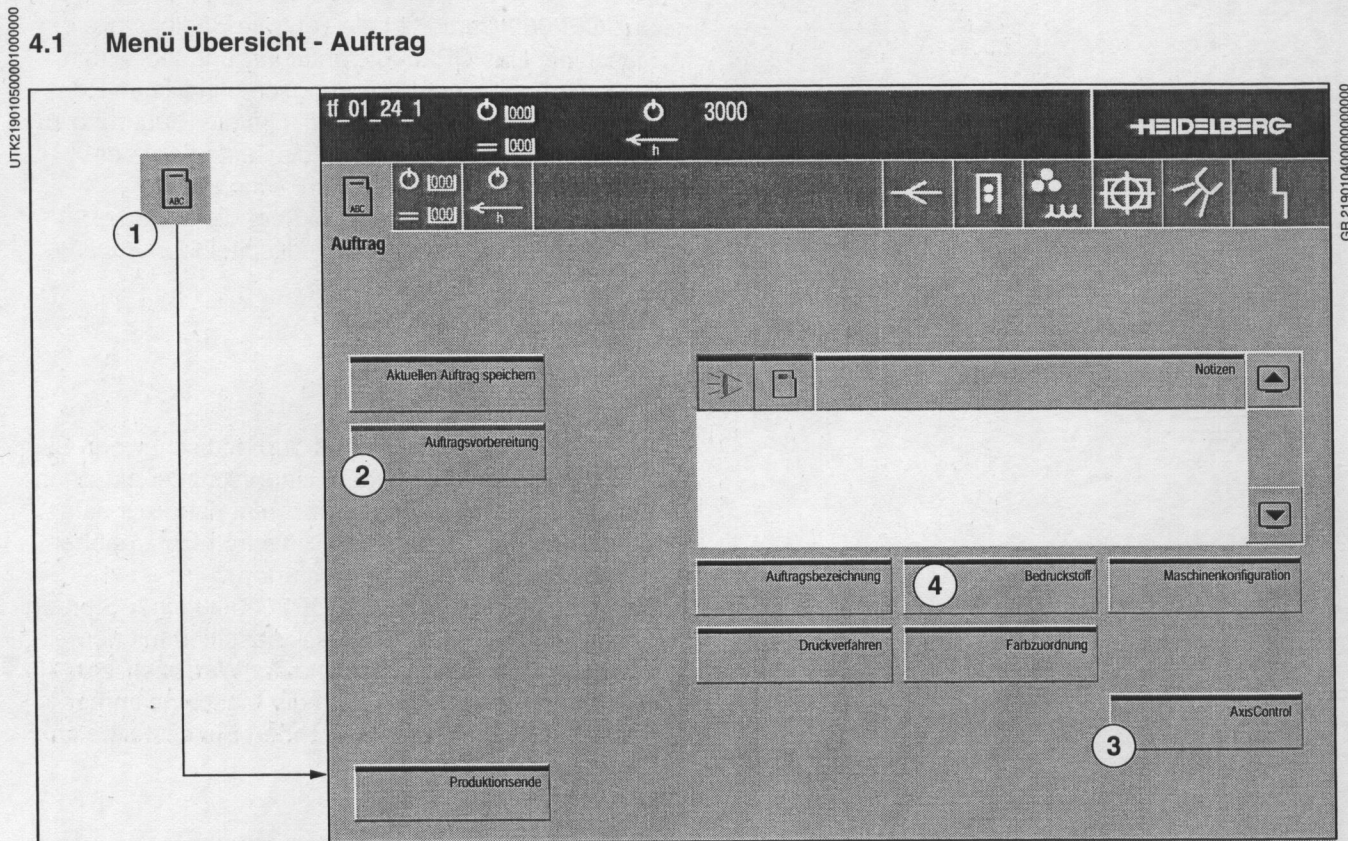
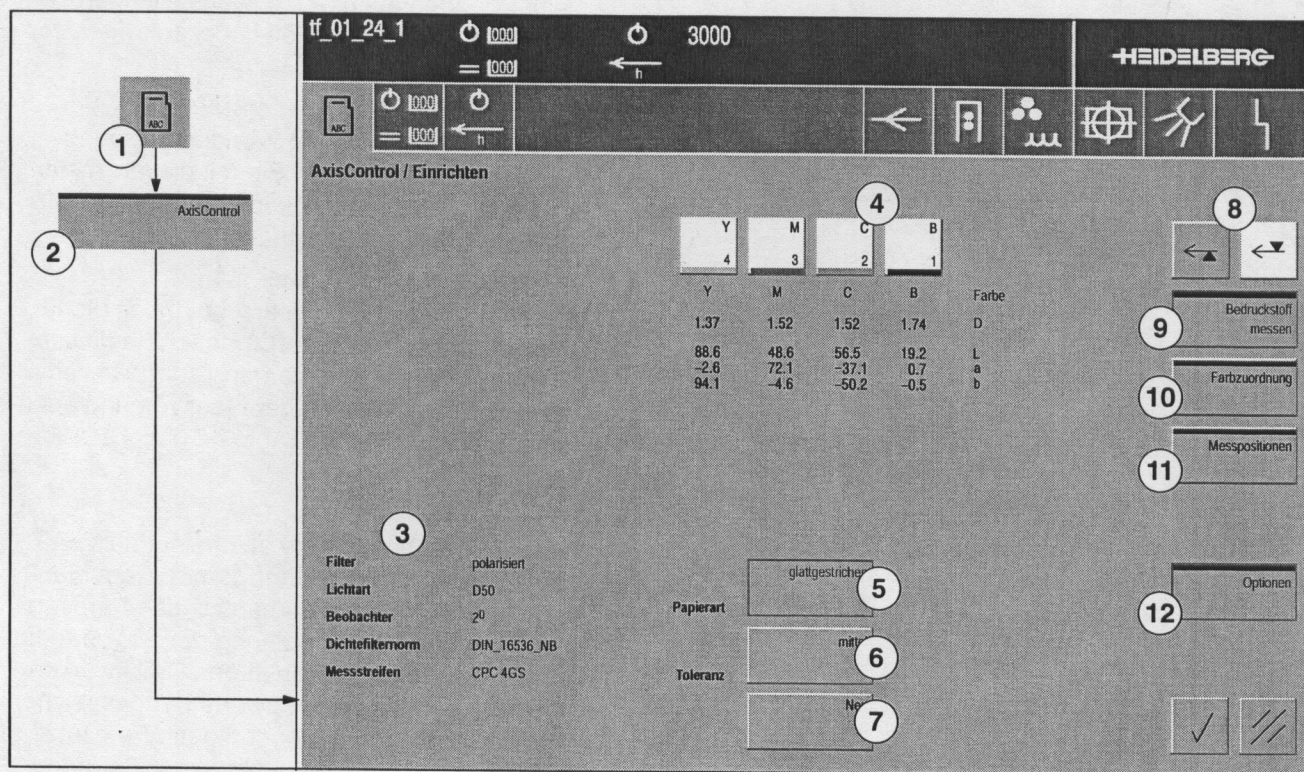

Abb. 3 Menü Auftrag
Abb. 4 Menü Einrichten
Im Menü **Auftrag** (Abb. 3) können Sie die Auftragsvorbereitung für AxisControl anwählen.
1. Drücken Sie in der Kopfzeile die Taste **Auftrag** (Abb. 3/1). Das Menü **Auftrag** erscheint.
2. Drücken Sie die Taste **Bedruckstoff** (Abb. 3/4). Das Menü **Auftrag/Bedruckstoff** erscheint.
4. Drücken Sie die Taste **AxisControl** (Abb. 3/3). Das Menü **AxisControl/Einrichten** (Abb. 4) erscheint.
Im Menü **AxisControl/Einrichten** stehen Ihnen die Funktionen für den Rüstvorgang zur Verfügung. Die Funktionstasten (Abb. 4/9 ... 4/12) sind in der Reihenfolge der Arbeitsschritte von oben nach unten angeordnet.
- **Messoptionen** (Abb. 4/3)
- **Druckwerk** (Abb. 4/4)
- **Papierart** (Abb. 4/5)
- **Toleranz** (Abb. 4/6)
- **Neu** (Abb. 4/7)
- *Schön-/Widerdruck* (Abb. 4/8)
- *Bedruckstoff messen* (Abb. 4/9)
Nach Drücken der Taste erscheint das Menü **Einrichten/Bedruckstoff messen**. In diesem Menü starten Sie den Vorgang zum Messen des Papierweiß. Wenn der Messvorgang beendet ist, sind die Tasten (Abb. 4/10 ... 4/12) anwählbar.
- *Farbzuordnung* (Abb. 4/10)
- *Messpositionen* (Abb. 4/11)
- *Optionen* (Abb. 4/12)